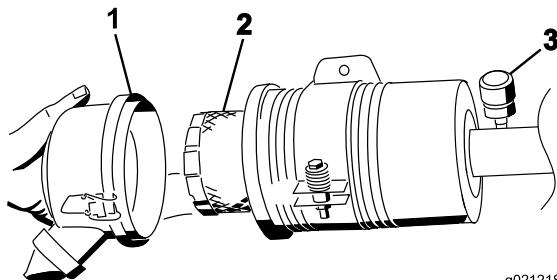

图42
仅在维护指示器 (图42) 要求时, 维护空气滤清器滤芯。在必须更换之前更换空气滤清器, 只会增加灰尘在滤清器拆下时进入发动机的几率。
3. 拆下并更换滤清器 (图42)。